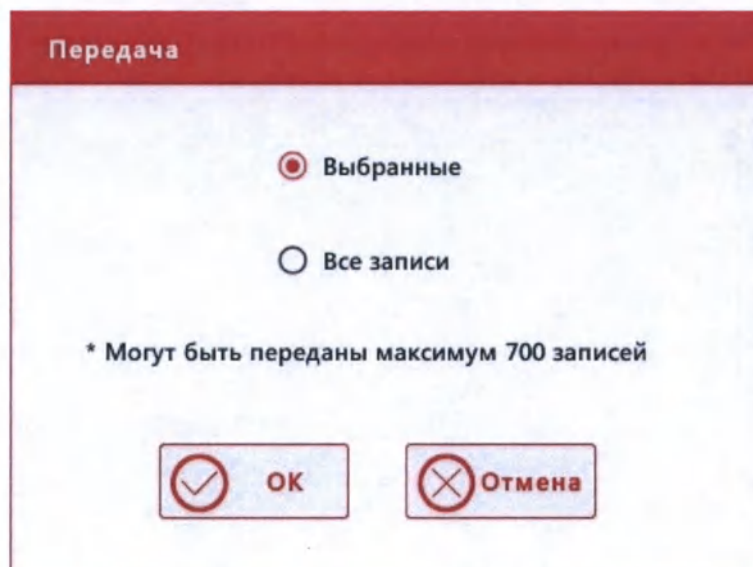

Рис.6.2-7 Окно выбора записей для передачи в сеть
- 2) Нажмите кнопку **«Передача»**, и на экране появится следующее окно (Рис.6.2-7).
- 1) Отметьте **“Все записи”** в окне выбора записей для передачи в сеть (Рис.6.2-7), после того как откроете данное окно нажатием кнопки **«Передача»**.